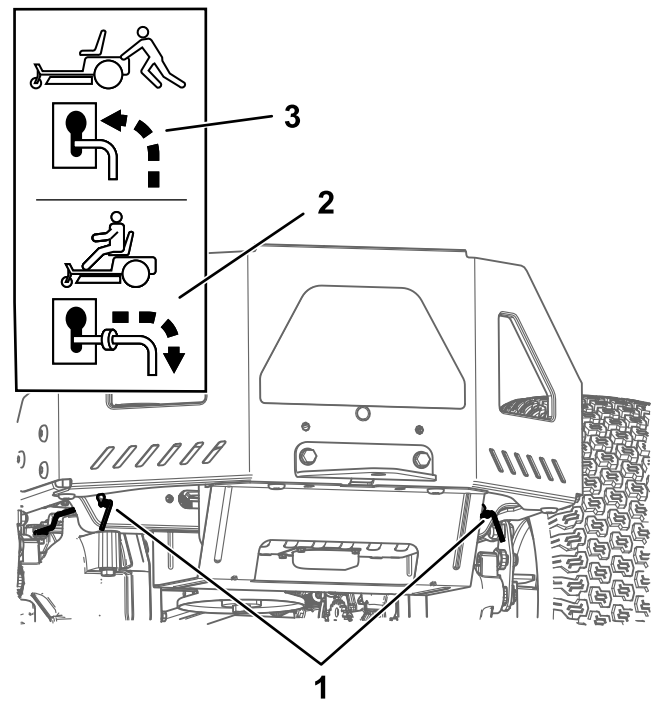

Bild 30
4. Schieben Sie beide Bypasshebel nach vorne durch den Schlitz und nach unten, um sie zu arretieren (Bild 30).